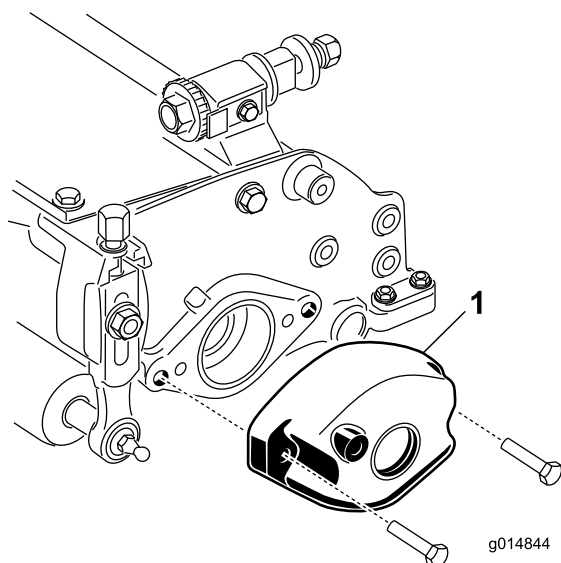

Figure 13
- A. Retirez les 2 boulons de fixation du contrepoids à l'extrémité gauche du plateau de coupe. Déposez le contrepoids (Figure 13).